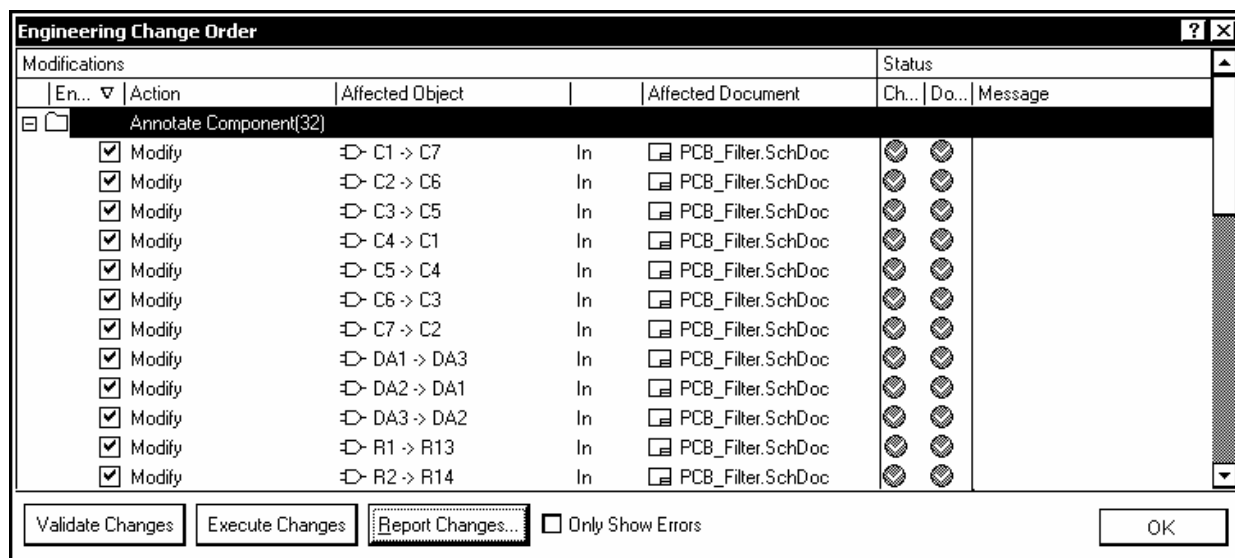

Рис. 5.12
6. Кнопкой Accept Changes (Create ECOs) список изменений передается на обработку. Открывается окно Engineering Changes Order (рис. 5.12) со списком изменений, которые предстоит внести в схему.